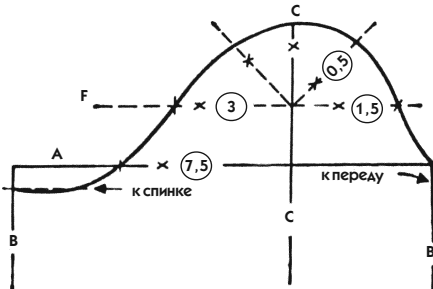

Рис. 197
10. **Черчение оката.** Полученную в пункте 8 мерку 6,8 см обозначим буквой X для облегчения действий (см. рис. 197).
- Начертите изогнутую линию, проходящую через все полученные точки, начиная от правой линии В к левой линии В, около которой сделайте небольшой прогиб (5—7 мм), как показано на рис. 197 горизонтальным пунктиром.